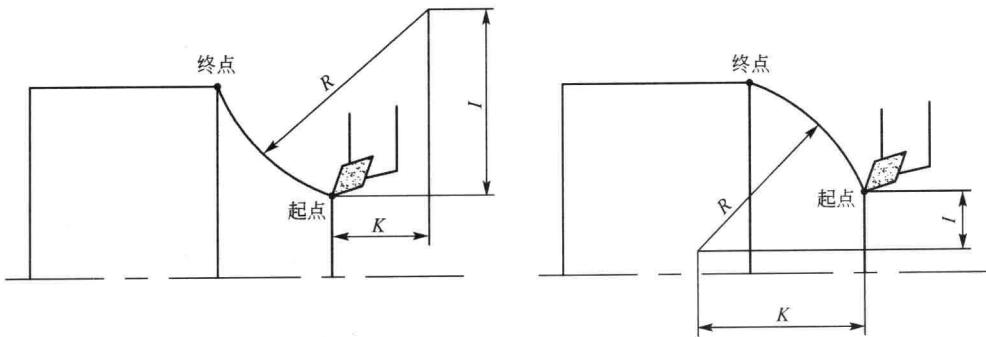

图 1-5 圆弧插补指令
1) X (U) \_\_ Z (W) \_\_ 为圆弧终点坐标。
2) I\_\_ K\_\_ 为圆心相对于圆弧起点的增量坐标; I 为半径增量, 如图 1-5 所示。